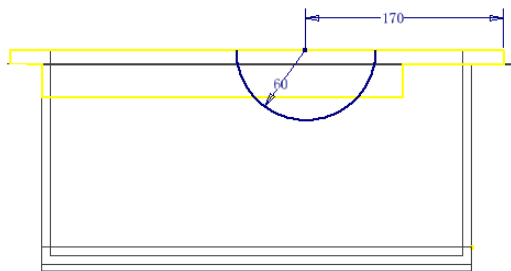
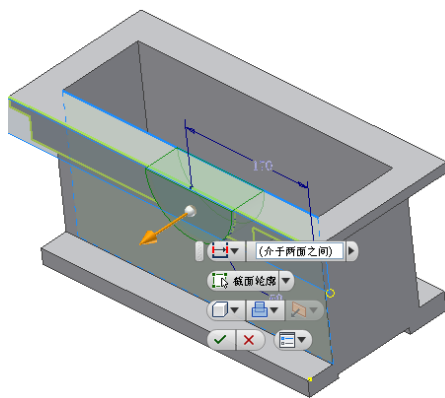

图 9-17 绘制拉伸草图
图 9-18 拉伸示意图
①建立半圆柱形的凸台。在零件上端伸出特征的侧面新建草图，单击【草图】标签栏【绘图】面板的【圆】工具按钮，绘制如图 9-17 所示的半圆形并标注半径尺寸为 60 及其位置尺寸 170。
②单击【草图】标签上的【完成草图】工具按钮, 退出草图环境；单击【三维模型】标签栏【定位特征】面板上的【工作平面】工具按钮, 将草图所在平面向外偏移 5 后，创建工作平面，以作为后来造型过程中的参考面。
③单击【三维模型】标签栏【创建】面板上的【拉伸】工具按钮, 打开【拉伸】对话框，选择图 9-17 中的半圆形作为截面轮廓，将终止方式设计为【介于两面之间】，将起始表面设置为新建的工作平面，将终止表面设置为零件的外侧表面，拉伸示意图如图 9-18 所示。